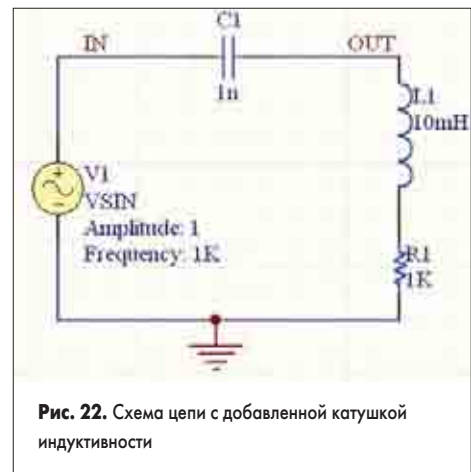

Рис. 22. Схема цепи с добавленной катушкой индуктивности
23. Разместим катушку чуть выше резистора R1 и отредактируем цепи, как показано на рис. 22.